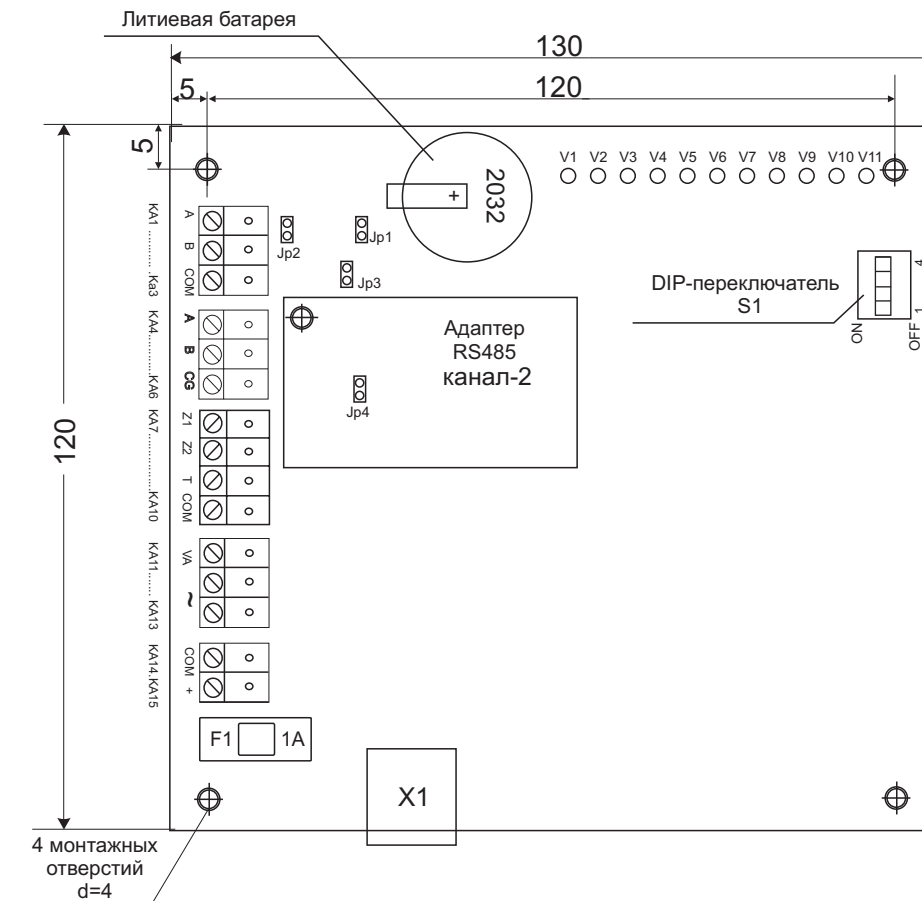

Рис. 1: Общий вид контроллера ABC-E
130 x 120 мм - см. рисунок 1.
ABC оснащен 11-ю светодиодами: **VD1-VD11** (рис. 1). Светодиоды **VD7-VD11** не используются (резерв).
- убедиться, что установлена перемычка **JP1** (см. рис.1), обеспечивающая питание энергонезависимой памяти и часов реального времени.
Дополнительный канал связи RS485 2 контроллера может быть оснащен модулем гальваноразвязки. Место установки модуля на плате указано на рисунке 1. Устройство оснащено встроенным терминатором. В случае ненадежной связи на больших расстояниях необходимо активизировать терминаторы на устройствах, расположенных на концах линии связи. Для активизации терминатора установите перемычку **JP2** терминатора (канал 1) или **JP4** терминатора (канал 2) (см.рис.1).
ABC конфигурируется с помощью микропереключателей **S1** (см. рис. 1) при выключенном питании. Для всех DIP- переключателей 0 = “Выключен”, 1 = “Включен”.